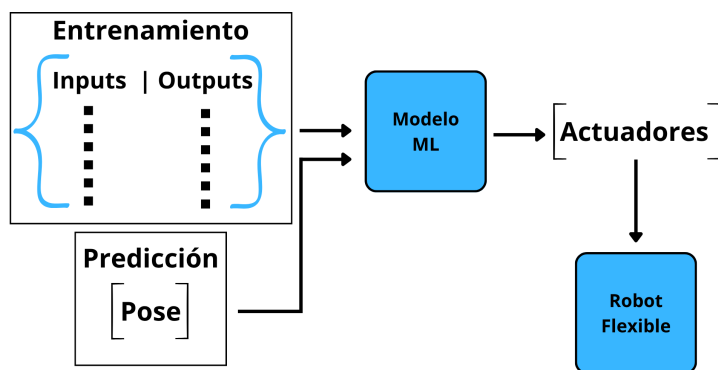

Figura 2. Diagrama en bloques
Con el fin de abordar esta problemática se propone evaluar la aplicación de *Machine Learning* (ML) para obtener un modelo de IK que produzca resultados aceptables en términos de precisión y tiempos de cómputo. En la figura 2 se observa el sistema propuesto, este aprenderá de un conjunto de datos que incluye tanto posiciones como estado de actuadores y luego deberá ser capaz de brindar la configuración necesaria para lograr una posición deseada.